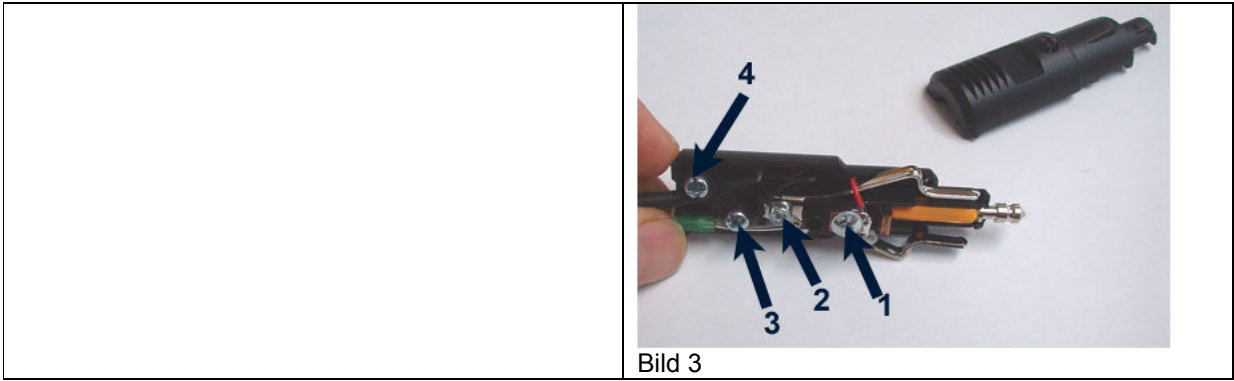

Bild 3
3. Deckel des Steckergehäuses abnehmen und Schrauben 1 bis 4 lösen (Bild3). Das Kabel kann dann aus dem Stecker herausgezogen werden.